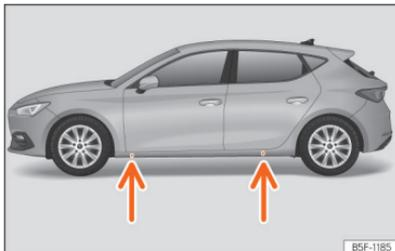

Abb. 244 Aufnahmeplätze für den Wagenheber.
- Suchen Sie am Längsträger die Markierung des Wagenheberaufnahmeplatzes (Eindrückung), die dem zu wechselnden Rad am nächsten liegt >>> **[Abb. 244]**.